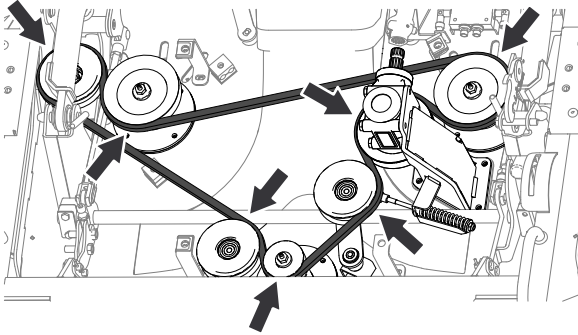

Figura 134
1. Dirija la nueva correa alrededor de las poleas, tal y como se muestra en la Figura 134.